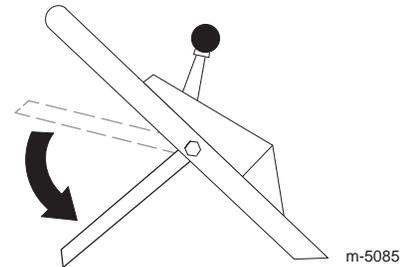

Figure 15
8. Sélectionnez la position la plus basse de la barre de commande de la lame (Fig. 15).
3. Sélectionnez la position la plus basse de la barre de commande (Fig. 15).